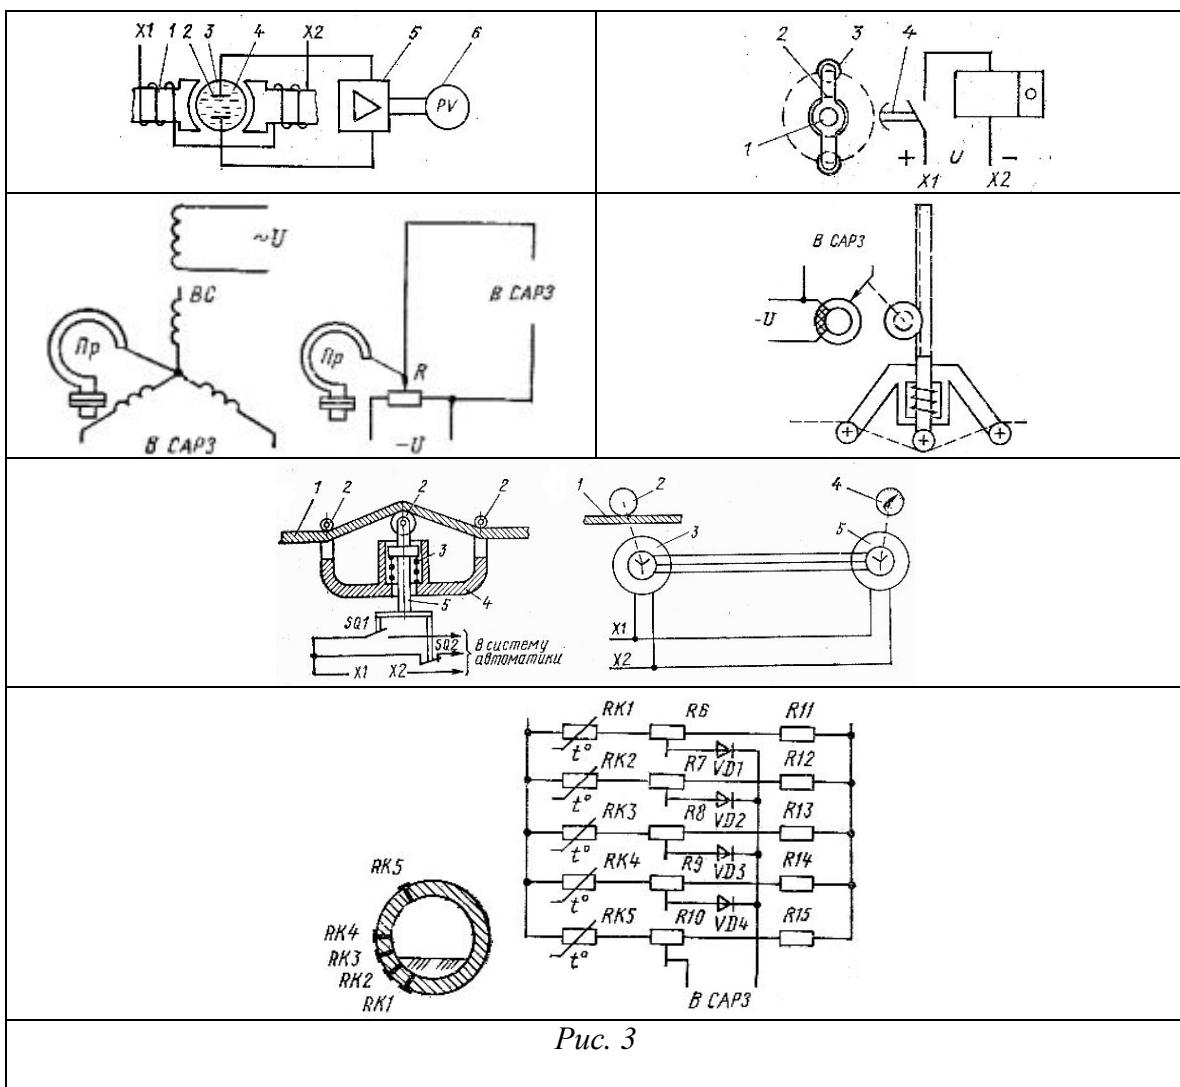

Рис. 3
3. Назвать элементы и назначение в приборах технологического контроля работы земснаряда (рис.3). Объяснить принцип работы данных приборов